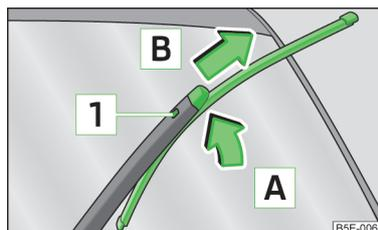

Abb. 40
- Den Scheibenwischerarm von der Scheibe anheben » **Abb. 40**.